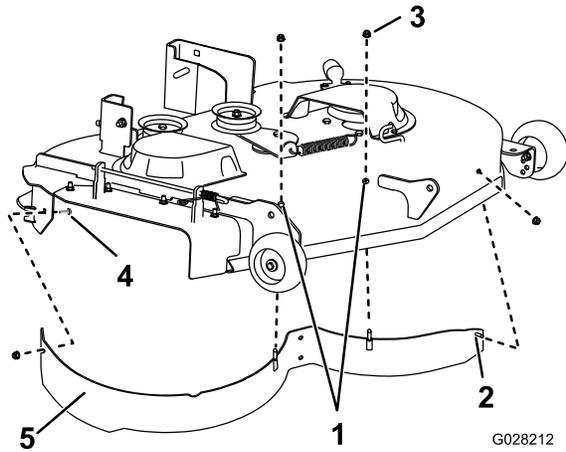

Figura 2
9. Retire los 2 pernos obturadores y 2 tuercas de la carcasa de corte, de los lugares indicados en Figura 2.
10. Instale el deflector en el lado derecho de la carcasa de corte con un perno de cuello cuadrado (5/16 x 3/4 pulgada) y 4 tuercas con arandela prensada (5/16 pulgada), según se muestra en Figura 2.